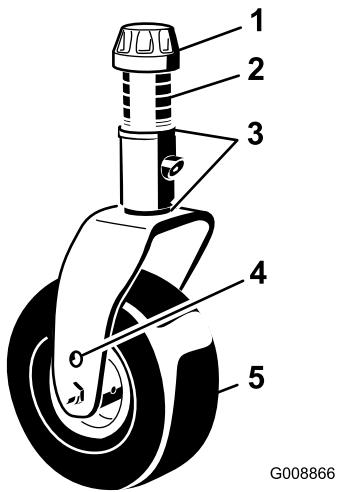

Bild 27
3. Stellen Sie die Beilagscheiben (3 mm) an den vorderen Laufradgabeln auf die entsprechende Schnitthöhe auf dem Aufkleber ein (Bild 27), siehe Einstellen der Mähwerkneigung \(Seite 79\).